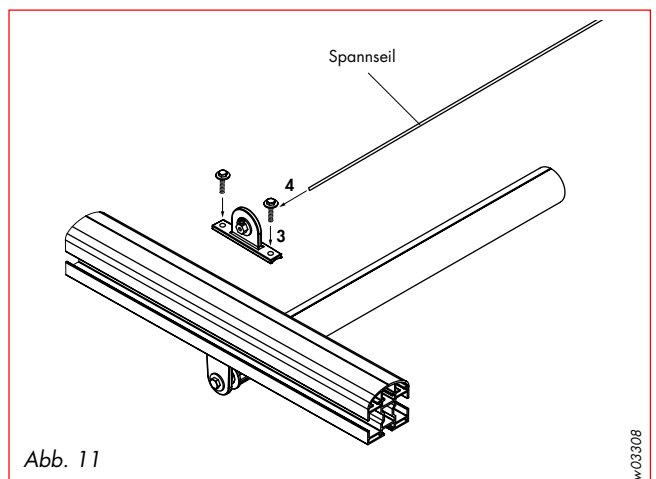

Abb. 11
Für den oberen Windlastträger (\rightarrow Spannschiff) müssen die Montagelöcher in die Führungsschienen gebohrt werden. Die Seilhalter müssen bei Einzelanlagen genau über den unteren Haltern angebracht werden (siehe Abb. 11).
- Seilhalter mit Schrauben DIN 7976 6,3 x 19 an Führungsschiene befestigen (3) (siehe Abb. 11).
- Spannseil weiter durch die Schraube des zweiten Halters führen (4) (siehe Abb. 11).